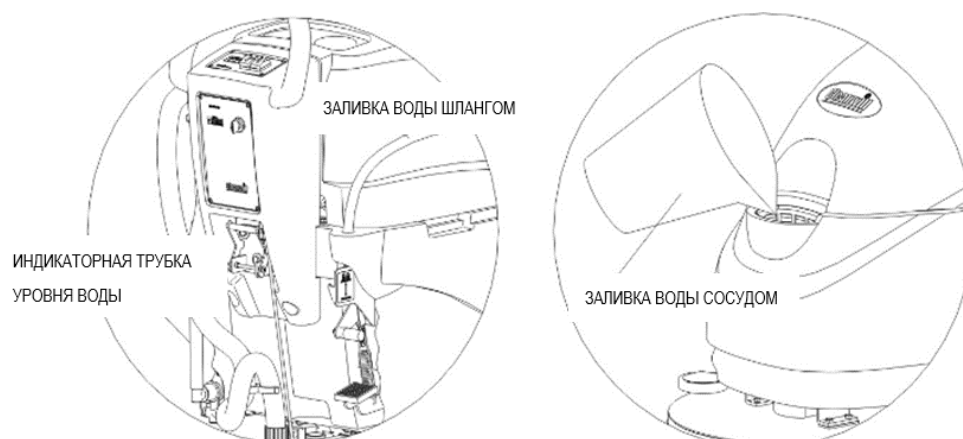

Рисунок 3
3. Заполните бак для чистой воды (раствора), добавьте моющее средство в соответствии с состоянием пола. Заливать воду в бак можно 2 способами (см. рис. 3)